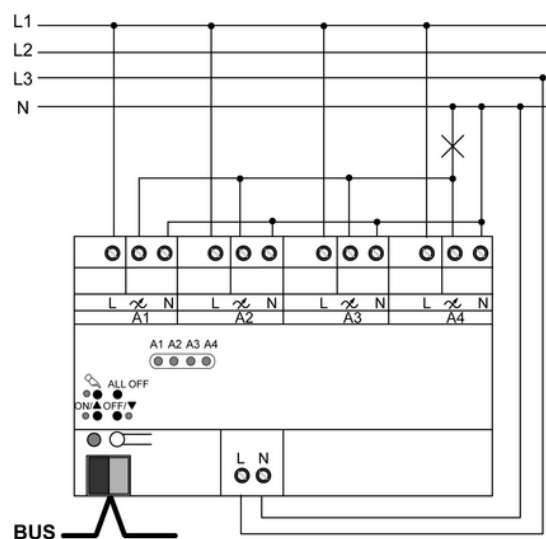

Bild 5: Parallellkoppling av dimmerutgångar - anslutningsexempel
- Anslut enheten enligt anslutningsexemplet (bild 5).